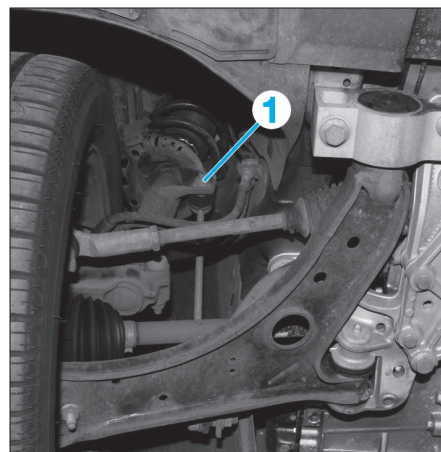

Fig. 5
- Dévisser l'écrou de la biellette (1) de la barre stabilisatrice sur l'élément de suspension (Fig.5).